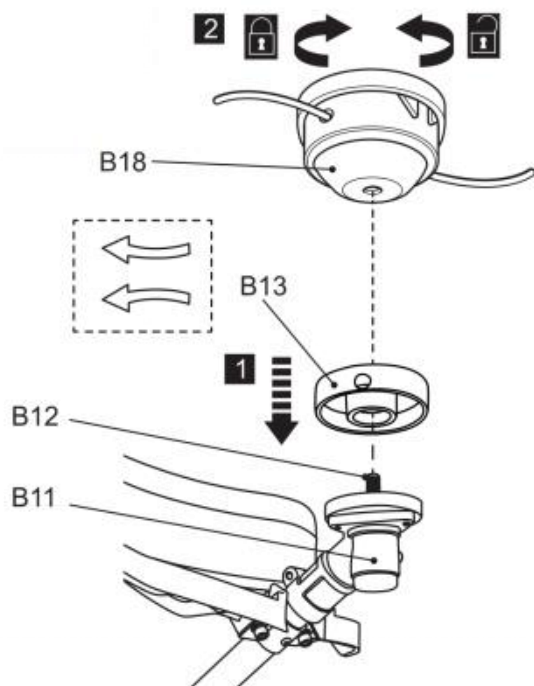

Fig. 6
- 4) Vissez la tête de coupe (B18) dans le sens antihoraire sur la broche (B12) et serrez-la à la main tout en bloquant la broche (B12) avec la clé hexagonale (E5). Retirez ensuite la clé hexagonale (Fig. 6).